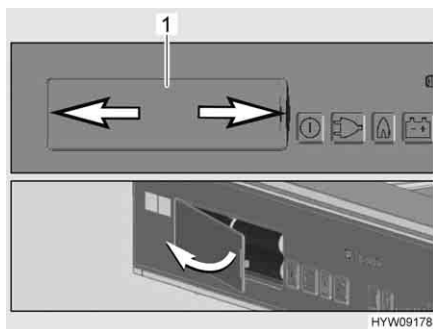

Fig. 142 Vano batteria
- Premere contemporaneamente a sinistra e a destra sul coperchio (Fig. 142,1) del vano batteria (freccia).